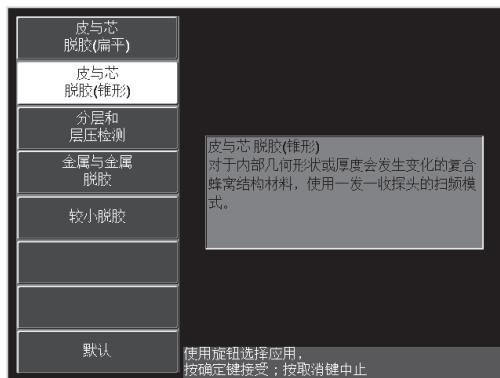

图 6-56 蒙皮和蜂窝芯脱粘（锥形）应用
3. 选择**皮与芯脱胶（锥形）**应用，然后按确定键（）接受（参见第 152 页的图 6-56）。